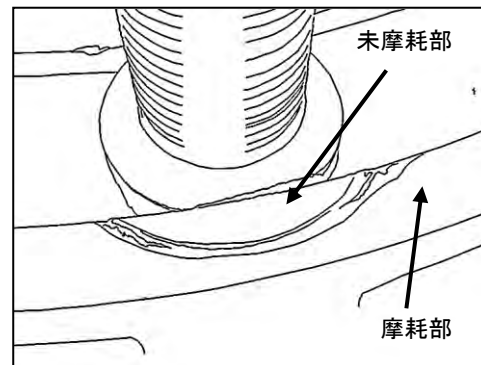
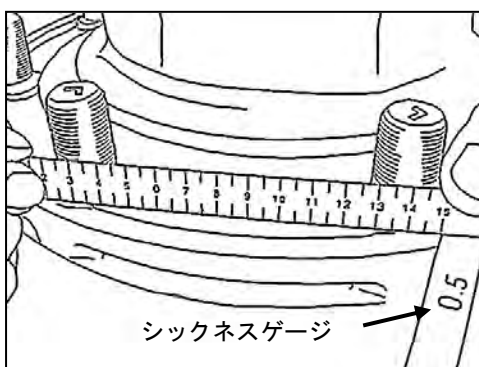

図2 A部詳細
図3
- 1) アクスルのスピンドル部のインナ・ベアリング挿入R部(図2参照)に亀裂、損傷などが無いか確実に点検する。
- 2) アクスル・チューブとスピンドルの溶接部(図2参照)に亀裂、損傷などが無いか確実に点検する。
- 1) 上記1の点検に加え、スピンドルのインナ・ベアリング挿入部径(図2①部)およびアウト・ベアリング挿入部径(図2②部)の測定を図3に示す要領でマイクロメーター等を用いて行う。
2. 2箇所(図3)の未摩耗部に直定規を渡し、外側の脇にて段差を計測する。(図3)